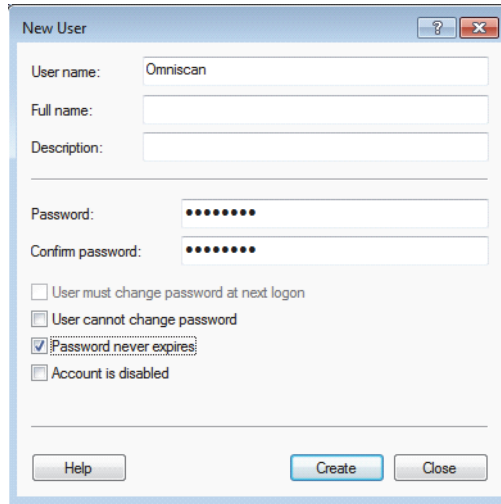

Figura 7-26 La finestra di dialogo Nuovo utente con Windows 7
5. Nel campo **Nome utente** (User name) della finestra di dialogo **Nuovo utente** (New User), inserire **Omniscan** con la maiuscola (vedere Figura 7-26 a pagina 242).